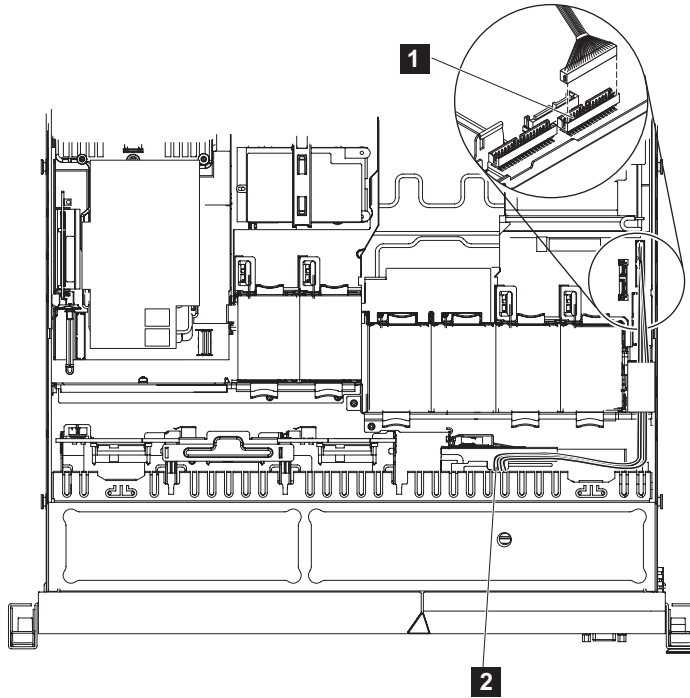

図 232. SAN ボリューム・コントローラー 2145-CG8 または 2145-CF8 オペレーター情報パネル・ケーブルの切り離し
3. 265 ページの図 232 に示すように、ノードの右側のビデオ/USB ケーブル・コネクタの上のコネクタからケーブルを切り離します。